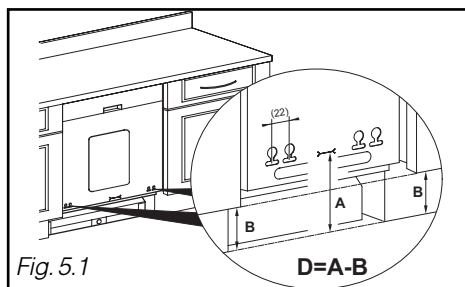

Fig. 5.1
- Mesurez la distance entre le sol et le bas du panneau de porte du meuble adjacent (cote **B**, Fig. 5.1)
- Pour le montage de la première partie voir le chapitre précédent "MONTAGE DU PANNEAU DE PORTE (Habillage en un seul tenant)" (Fig. 5.1 et 5.2).